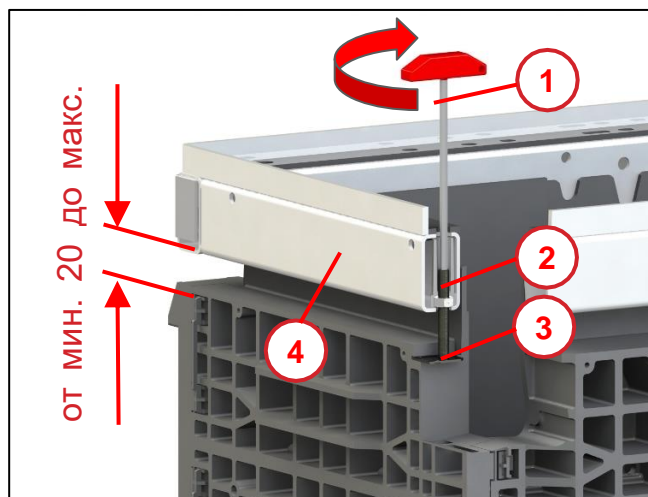

Рис. 37
Резьбовые штифты (2) устройства регулировки высоты, настроенные ранее, продавить через еще не затвердевший сухой раствор (3), пока они снова не встанут на опору из листового металла (см. Рис. 37, поз. 3).